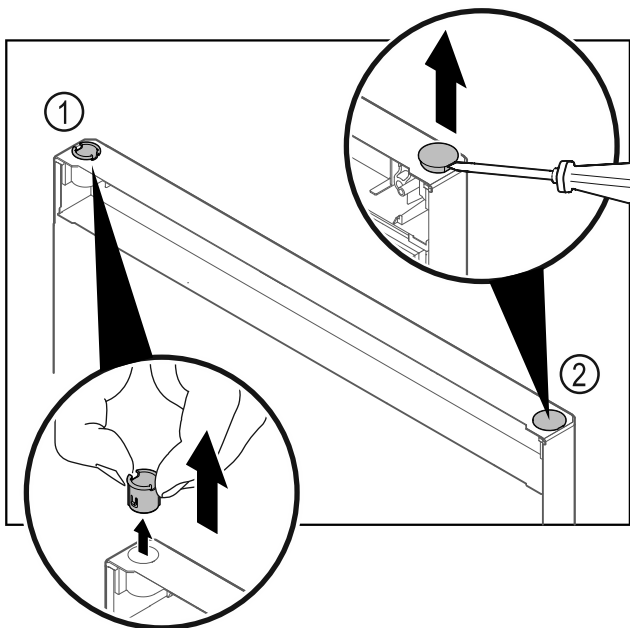

Fig. 40 Dvere mrazničky
- ▶ Vytiahnite puzdro závesu Fig. 40 (1) prstami.
- ▶ Plochým skrutkovačom opatrne nadvihnite kryciu zátku Fig. 40 (2) a vytiahnite ju.